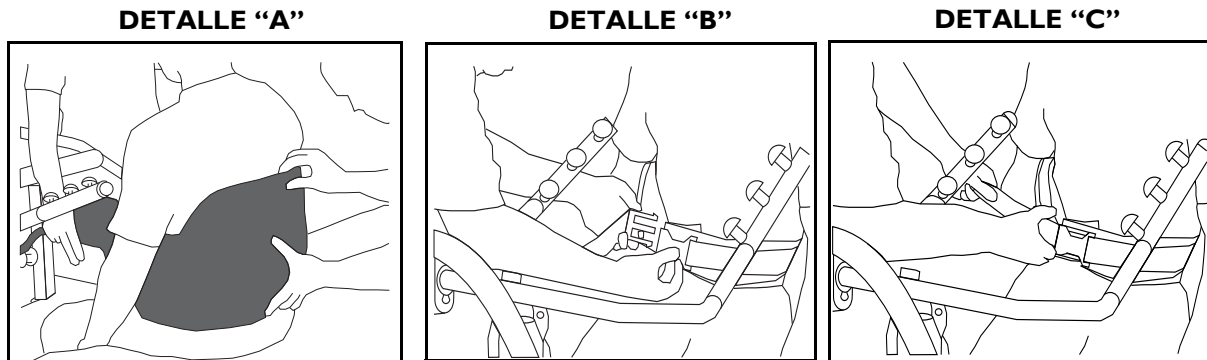
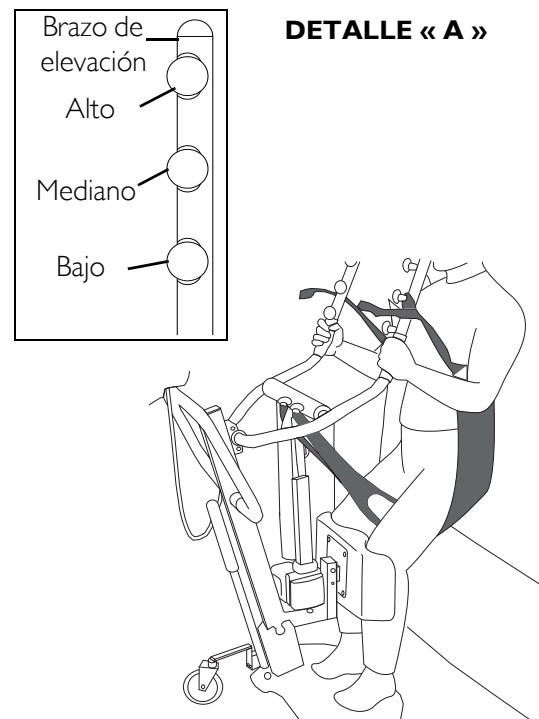
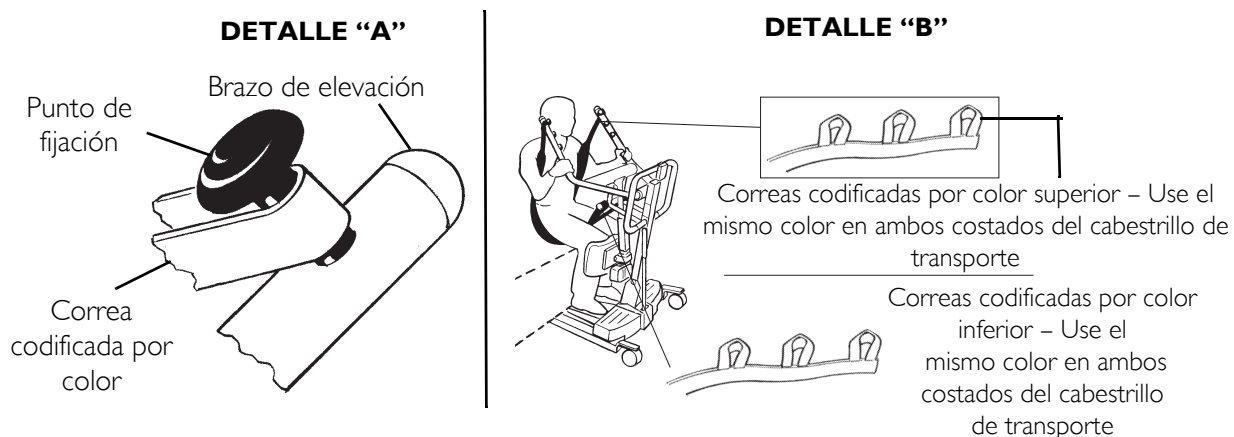

FIGURE 6.1 Posicionamiento de las eslingas alrededor del paciente - Eslingas para uso en posición vertical y para asistencia en posición vertical
FIGURE 6.4 Uniendo las hondas a la elevación ascendente del soporte - Eslinga de transporte o transferencia
FIGURE 6.5 Uniendo las hondas a la elevación ascendente del soporte - Eslinga de transporte o transferencia
NOTA: Para este procedimiento, consulte la FIGURE 6.1.
NOTA: Para este procedimiento, consulte la FIGURE 6.4 and FIGURE 6.5.
Asegúrese que las correas codificadas por color se ajusten correctamente a la perilla de fijación del ejemplo “A” FIGURE 6.1 on page 74, de lo contrario, pueden ocurrir lesiones o daños.
- El cabestrillo de transporte se envuelve alrededor del exterior de cada brazo de elevación. Consulte el ejemplo “B” de FIGURE 6.4 on page 73.
- La correa codificada por color más cercana al paciente se usa para mantener la estabilidad y comodidad. Consulte el ejemplo “B” de FIGURE 6.4 on page 73.
- La correa codificada por color se ajusta correctamente a la perilla de fijación. Consulte el ejemplo “B” de FIGURE 6.5.
- La misma correa codificada por color superior se usa en cada lado del cabestrillo de transporte. Consulte el ejemplo “A” de FIGURE 6.5.
- El mismo punto de fijación se utiliza en cada brazo de elevación. Consulte el ejemplo “B” de FIGURE 6.1 on page 73. Consulte el ejemplo “B” de FIGURE 6.5.